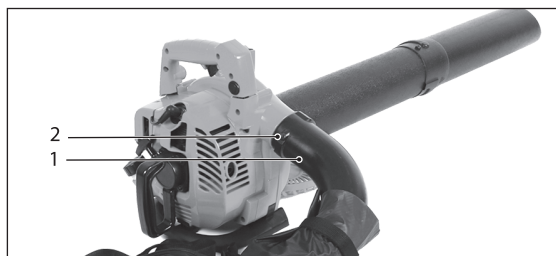

Рис. 6
- Установите разгрузочную трубу 1 на воздуходувку-пылесос бензиновую 2 и поверните, чтобы закрепить. Дополнительно зафиксируйте соединение с помощью винта и отвертки (рис. 6).